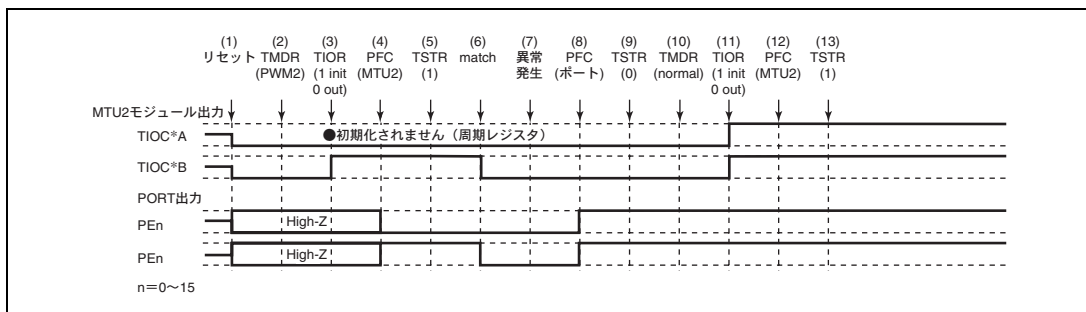

図 27.127 PWM モード 2 で異常が発生し、ノーマルモードで復帰する場合
PWM モード 2 で異常が発生し、再設定後ノーマルモードで再起動する場合の説明図を図 27.127 に示します。
(1) ~ (9) は図 27.127 と共通です。
(10) PWM モード 1 を設定します。
(11) TIOR で端子を初期化してください (PWM モード 1 では TIOC*B 側は初期化されません)。
(12) 汎用入出力ポートで本モジュール出力としてください。
(13) TSTR で再スタートします。
(15) PWM モード 2 で動作中に異常が発生し、PWM モード 2 で再スタートする場合の動作
(10) PWM モード 2 で再スタートする場合には必要ありません。
(11) TIOR で端子を初期化してください (PWM モード 2 では周期レジスタの端子は初期化されません)。
(16) PWM モード 2 で動作中に異常が発生し、位相計数モードで再起動する場合の動作
- (1) ~ (9) は図 27.127 と共通です。
- (10) 位相計数モードを設定します。
- (11) TIOR で端子を初期化してください。
- (12) 汎用入出力ポートで本モジュール出力としてください。
- (13) TSTR で再起動します。
(17) 位相計数モードで動作中に異常が発生し、ノーマルモードで再スタートする場合の動作